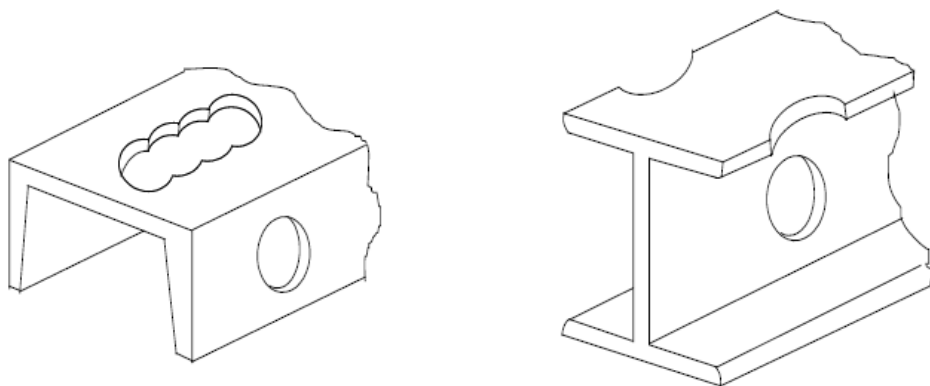

Рис.7 Отверстия, выполняемые кольцевой фрезой
Кольцевые фрезы служат исключительно для выполнения сквозных отверстий. Внутри кольцевой фрезы (см. рис. 3) находится пилот (5). Он обеспечивает легкую установку оси сверления. Во время работы, по мере углубления фрезы в материал, пилот утапливается внутрь патрона, сжимая пружину (4). Пружина служит для выталкивания высверленного материала по окончании операции. На рис. 7 представлены возможные виды выполняемых отверстий.